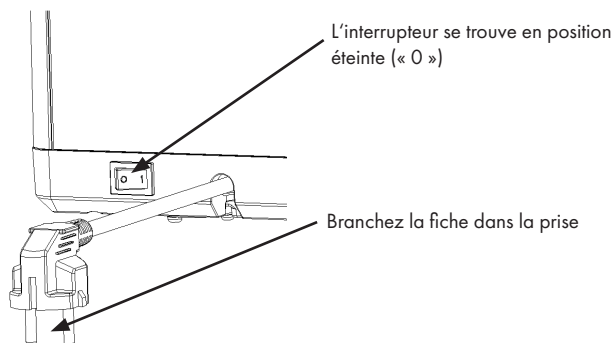

Figure 13
6. Réglez l'interrupteur marche / arrêt sur la position « I » pour allumer l'appareil. En position « 0 » l'appareil est éteint (voir figure 13).